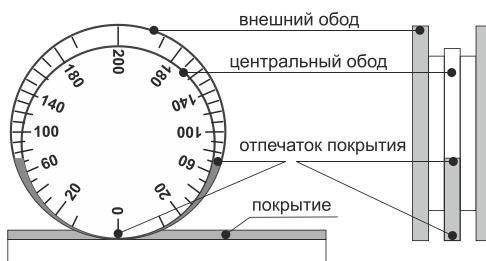

Рис. 1
- 4.3 При прокатывании колесного толщинометра по сырому покрытию, на центральном ободе измерительного колеса остается отпечаток покрытия. Толщина покрытия считывается по шкале в месте, где отпечаток покрытия заканчивается (Рис. 1).